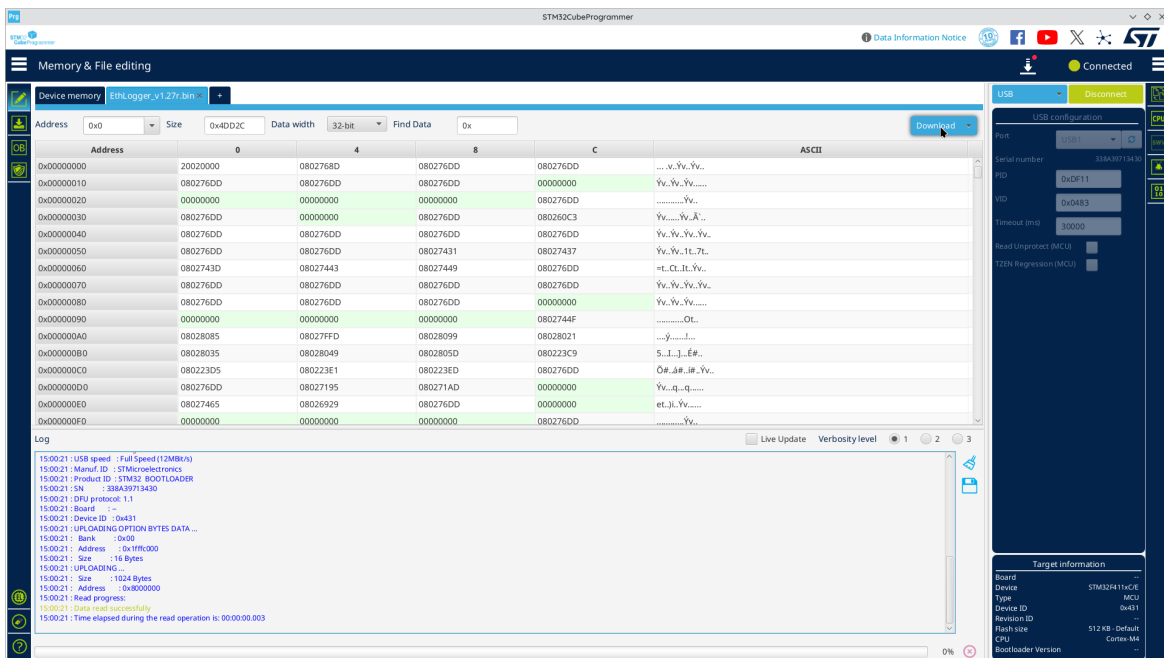

Figure 9 – Fichier ouvert, prêt à être téléchargé
- (d) cliquer sur l'onglet *Open File* et chercher et sélectionner le fichier `.bin` téléchargé (voir figure 9) ;